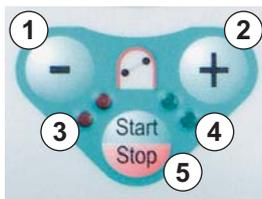

Fig. 2-9 Tasti per il funzionamento della pompa sangue
Il **tasti -** (Fig. 2-9 , ①) e **+** ( ② ) consentono di ridurre o aumentare la velocità della pompa sangue.